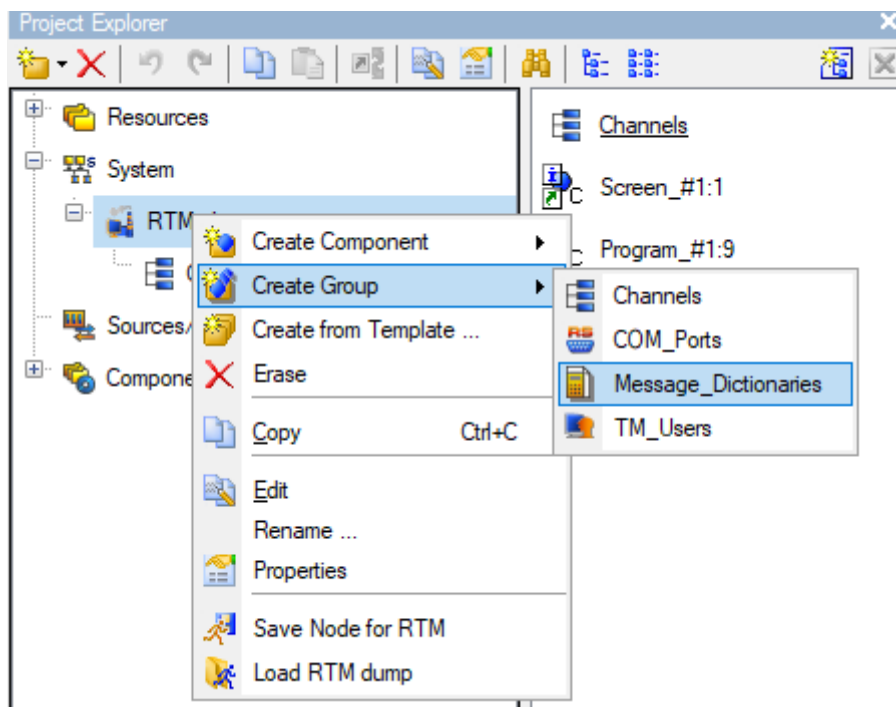
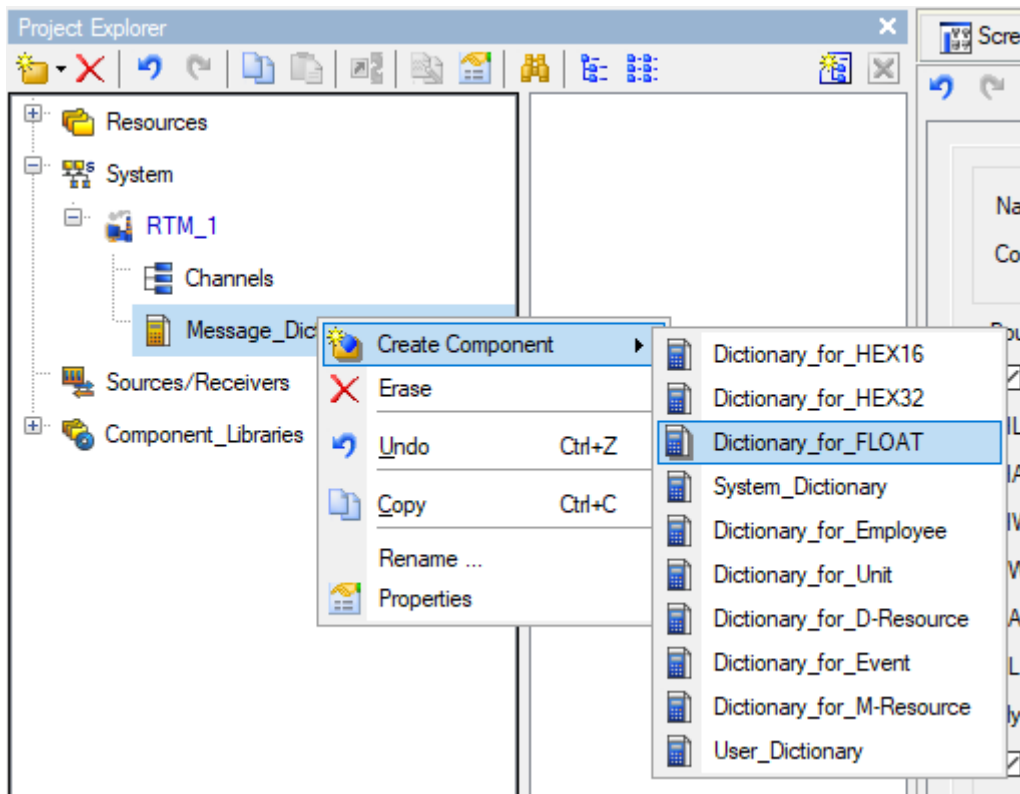

Рисунок 5 – Створення групи словників повідомлень
Рисунок 6 – Створення словника повідомлень
1.5 Створити словник повідомлень. Виділити вузол **RTM_1** та ПК викликати контекстне меню. Вибрати рядок **Create Group** (Створити групу), а потім рядок **Message_Dictionaries** (Словники_повідомлень) (рис. 5). Виділити створену групу **Message_Dictionaries** та ПК викликати контекстне меню. Вибрати рядок **Create Component** (Створити компоненту), а потім серед запропонованих словників вибрати **Dictionary_for_FLOAT** (Словник_для_FLOAT) (рис. 6).